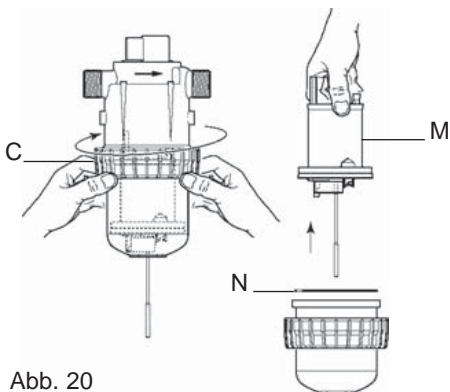

Abb. 20
- Lösen der Pumpenkörperschraubung **per Hand (Abb. 20-C)**.
- Den gesamten Motorkolben (**Abb. 20-M**) nach oben herausziehen.
- Erneuter Zusammenbau : Den Motorkolben teils in den unteren (Schritt ①), teils in den oberen (Schritt ②) Pumpenkörper einfügen (vorsichtiges Einfügen der Lippen des Motorkolbens), erst dann beide Pumpenkörperpartien zusammenschieben und dabei darauf achten, dass der Dichtungsring (**Abb. 20-N**) nicht beschädigt wird.
- Schritt ③ : Die Pumpenkörperschraubung per Hand festschrauben.
- Die Dosierpartie wieder anbauen, nicht jedoch ohne deren Dichtungsring (**Abb. 20-N**) gesäubert oder ausgetauscht zu haben.